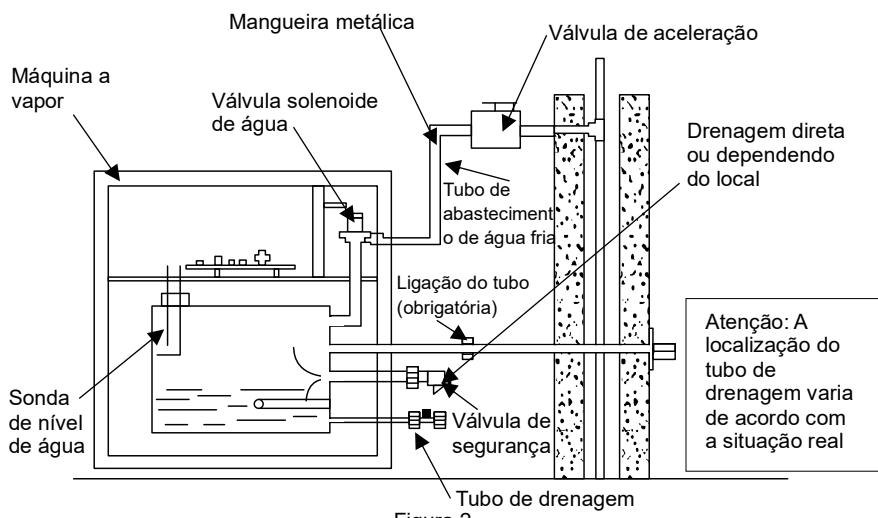

Figura 2
1. Tubagem de entrada de água - A tubagem de entrada de água está ligada à tubagem existente, e uma mangueira metálica DN15 está ligada à entrada de água da máquina e à válvula da tubagem de abastecimento de água, respectivamente (ver Figura 2).